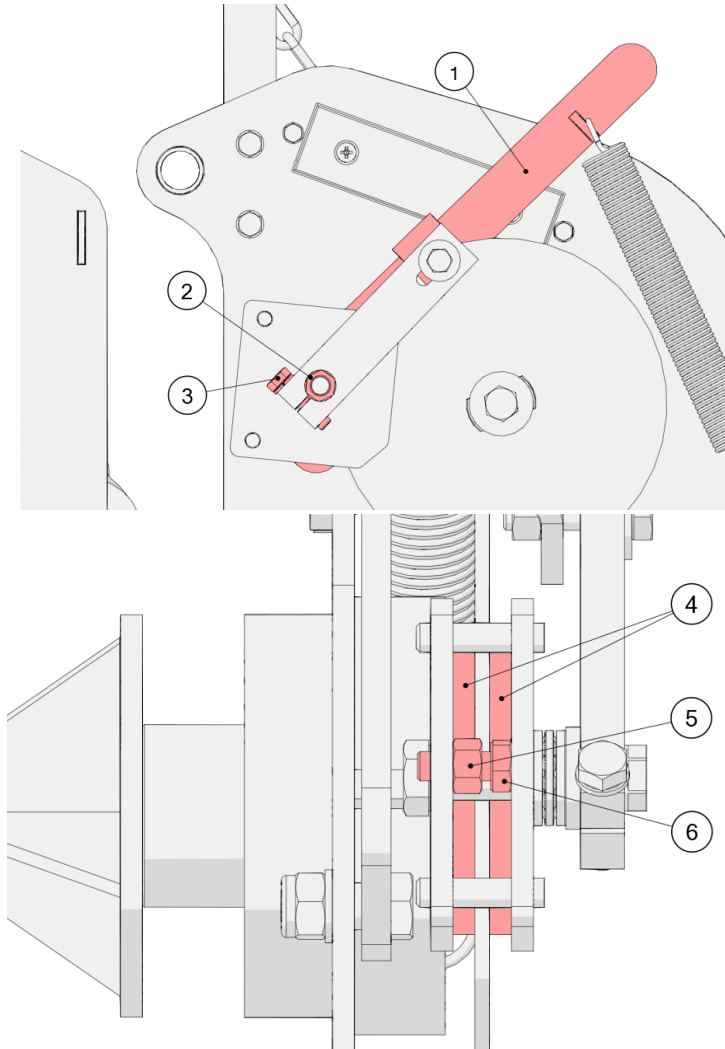

Figura 61. Ajuste del freno de la envolvedora de malla
El freno de la envolvente de malla debe ajustarse de modo que no sea posible girar el disco de freno manualmente cuando se dirija la palanca (1) (figura 61). Para ajustar el freno:
- Afloje el tornillo (3) como se muestra en la figura 61;
- Apriete el casquillo roscado (2) de modo que los forros de freno (4) queden totalmente enrasados con el disco de freno;
Si los forros de freno (4) están desgastados en un lado, (figura 61):
- Afloje la tuerca (5);
- Enrosque ligeramente el tornillo (6) de modo que los forros queden paralelos;
- Apriete la tuerca (5).